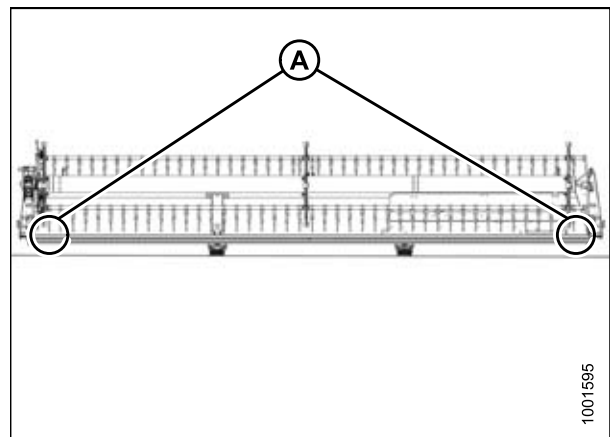
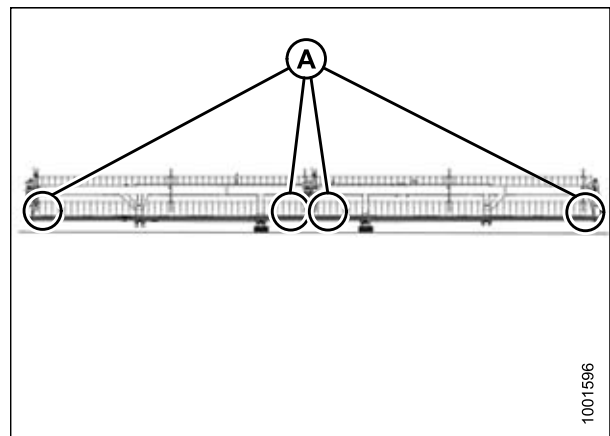

Рисунок 5.240: Расположение точек замера зазоров для жатки с одинарным мотовилом (две точки)
Рисунок 5.241: Расположение точек замера зазоров для жатки со сдвоенным мотовилом (четыре точки)
- Измерьте зазор (X) между точками (B) и (C) на концах каждого мотовила (A). (См. рис. 5.240, страница 516 и рис. 5.241, страница 516, чтобы уточнить точки измерений.)